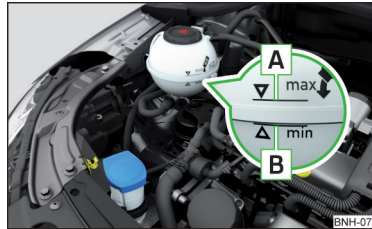

Abb. 235
Kühlmittelstand prüfen - der Kühlmittelstand muss zwischen den Markierungen **A** und **B** liegen » Abb. 235. Liegt der Kühlmittelstand unterhalb der Markierung **B**, das Kühlmittel nachfüllen.
Die **Spezifikation** des Kühlmittels ist auf dem Kühlmittelausgleichsbehälter aufgeführt » Abb. 235.
- Das Kühlmittel nicht über die Markierung **A** auffüllen » Abb. 235. Das Kühlmittel könnte bei Erwärmung aus dem Kühlsystem gedrückt werden - es besteht die Gefahr einer Beschädigung der Motorraumteile.